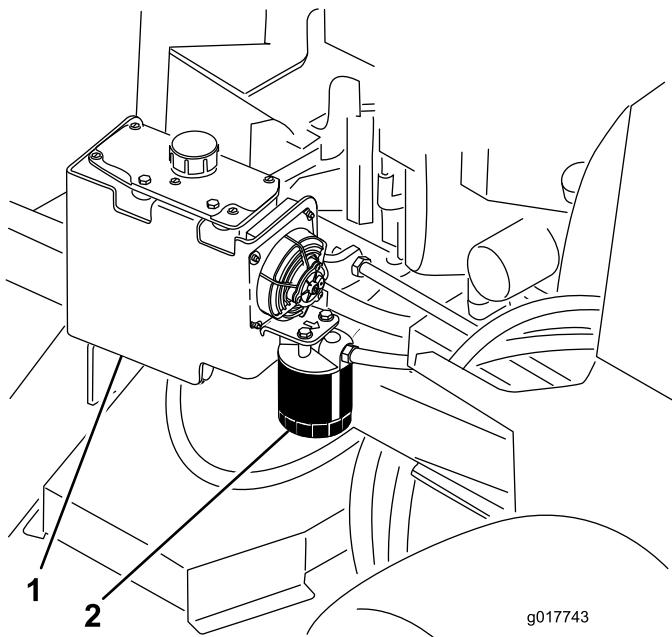

Figure 83
3. Trouvez le filtre et placez un bac de vidange au-dessous (Figure 83).